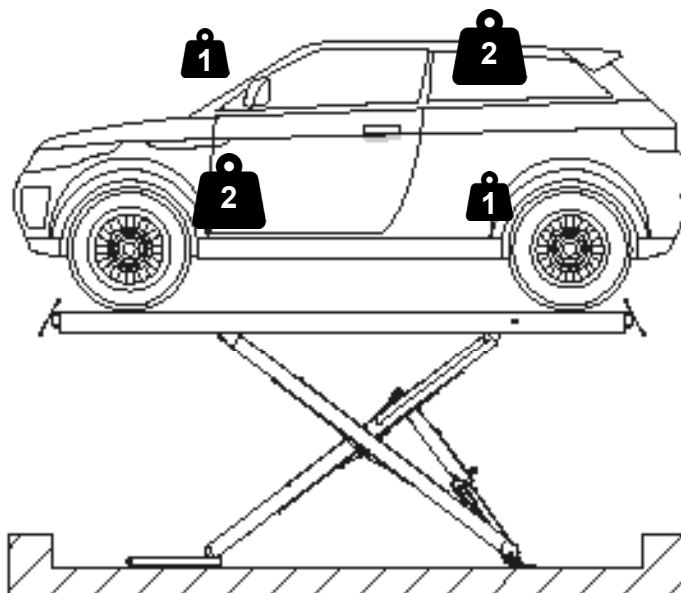

Fig. 1
- 1:2 / 2:1 (reversible) (Fig. 1).